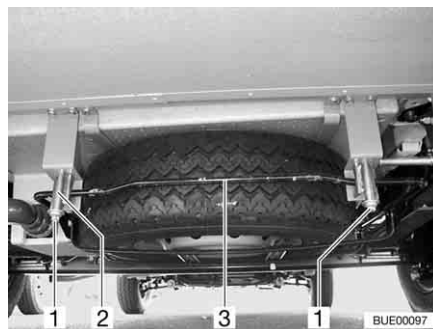

Fig. 296 Soporte para rueda de repuesto (cesto de alojamiento)
- Aflojar las tuercas (Fig. 296,1) de los ganchos izquierdo y derecho (Fig. 296,2) del soporte de la rueda de repuesto.
- Presionar estribo (Fig. 296,3) un poco hacia arriba. Al mismo tiempo tirar el gancho hacia abajo y desenganchar el estribo.